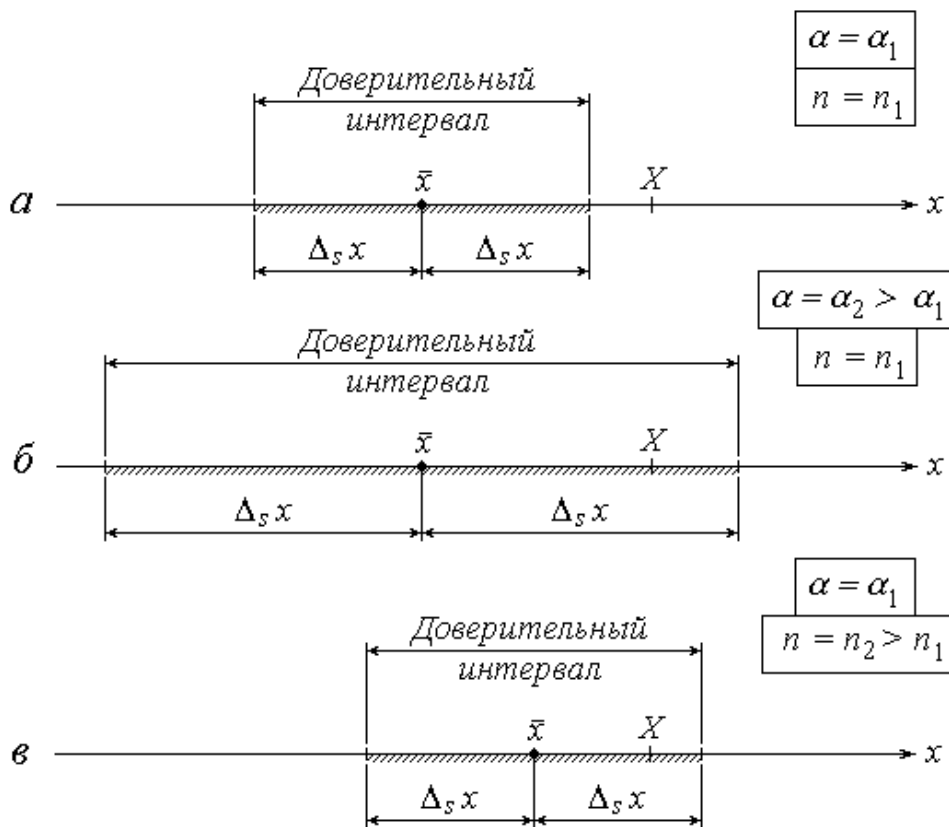

Рис.1. Зависимость доверительного интервала от числа измерений и доверительно вероятности
При небольшом числе измерений ($n \leq 10$) среднее значение может существенно отличаться от истинного. Цель измерения – найти такой интервал, в котором с наперед заданной вероятностью α ($0 < \alpha < 1$) находится истинное значение измеряемой величины. Этот интервал называется *доверительным интервалом*, а неразрывно связанная с ним величина α – *доверительной вероятностью* (или *коэффициентом надежности*). За середину интервала принимается среднее значение, рассчитанное по формуле (5). Половина ширины доверительного интервала представляет собой случайную погрешность $\Delta_s x$ (рис. 1).
На рис. 1, *а, б* наглядно показано, что при прочих равных условиях для увеличения вероятности попадания истинного значения в доверительный интервал необходимо увеличить ширину последнего (вероятность «накрывания» значения X более широким интервалом выше). Следовательно, величина $t_{n,\alpha}$ должна быть тем больше, чем выше доверительная вероятность α .
С увеличением количества опытов среднее значение приближается к истинному, поэтому при той же вероятности α доверительный интервал можно взять более узким (см. рис. 1, *а, в*). Таким образом, с ростом n коэффициент Стьюдента должен уменьшаться. Таблица значений коэффициента Стьюдента в зависимости от n и α дана в следующей таблице.